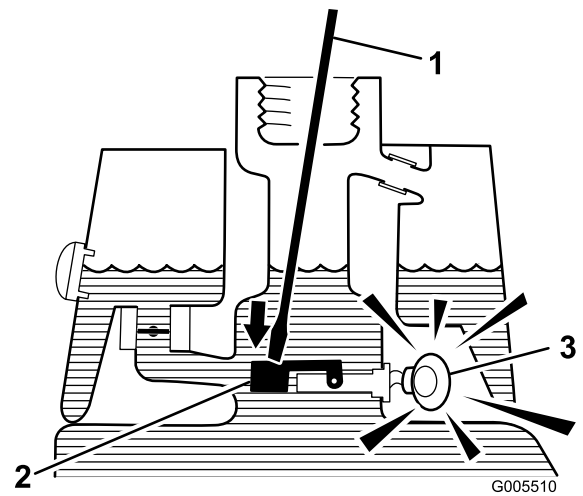

図 13
3. Iよごれのない鉄の棒やねじ回しなどをタンクの首から差し込んで、オイルレベルセンサーのフロート (図 13) を押し下げる: 一秒後にアラームがなれば正常。